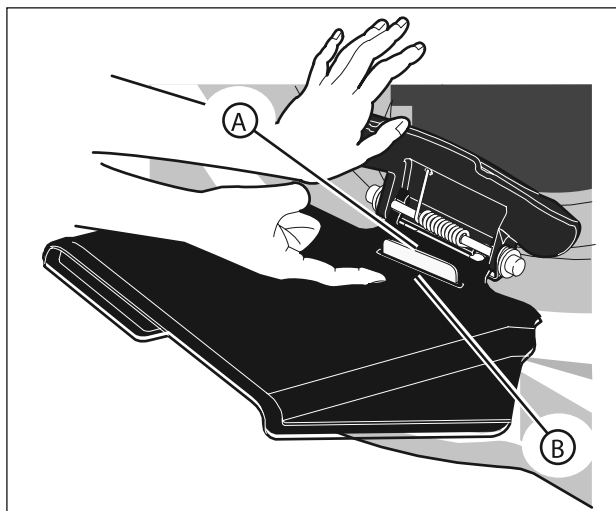

Рис. 12. Крепежная лапка дефлектора
- Лапки (С) зацепились под поворачивающейся осью (D).
- Крепежная лапка на раме (А, рис. 12) проходит через паз в дефлекторе (В).